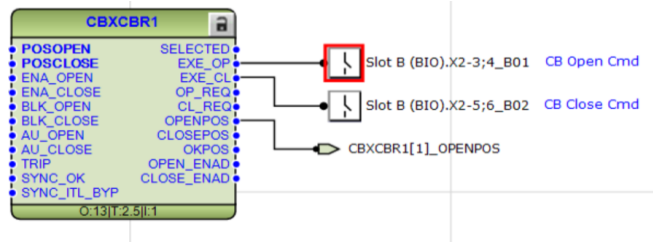

Imagen 276_ Renombre de la variable en la salida EXE_OP del bloque CBXCBR1.
4.1.41 Regresando a la aplicación de control, donde teníamos el bloque a cargo de la apertura del disyuntor, haremos un cambio en la salida del bloque. Recordando que la salida de “EXE_OP”, lo que haremos es eliminar la validable que tenemos conecta a esa salida, la cual se muestra en la **Imagen 276**: